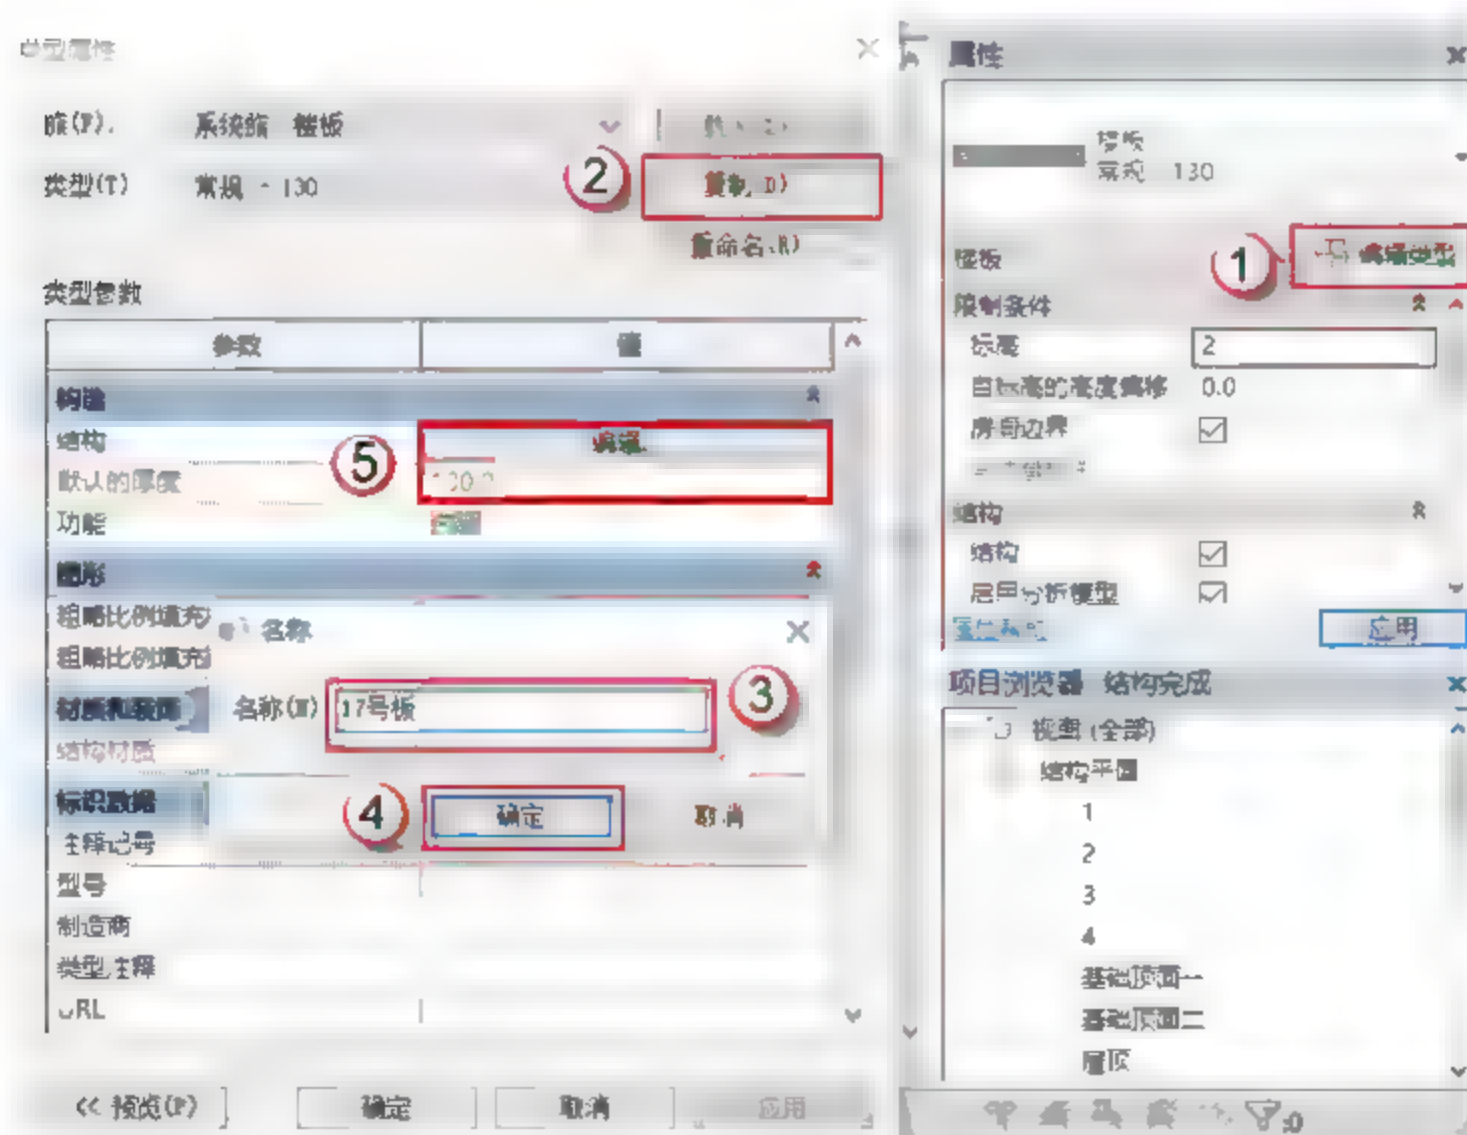

图 4.3.35 设置 17 号板参数
(10) 设置 17 号板参数, 按快捷键 S+B, 进入编辑模式, 单击“编辑类型”按钮, 在弹出的对话框中单击“复制”按钮, 再在弹出的对话框中命名板号, 单击“确定”按钮。单击“编辑”按钮设置参数, 将板厚设置为 130, 如图 4.3.35 所示。